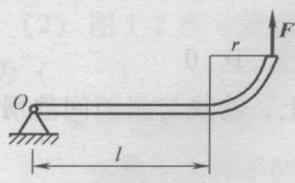
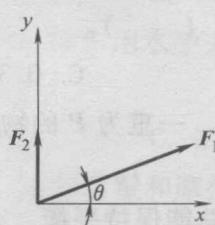

图 1-9
图 1-10
(11) 杆件尺寸如图 1-9 所示, 受已知力  $F$  作用, 则力  $F$  对  $O$  点的矩等于 ( )。
(12) 平面汇交力系的合力对该平面内一点的矩 ( )。
(13) 图 1-10 所示为由  $F_1$  和  $F_2$  组成的平面汇交力系, 此力系的合力在  $x$  轴的投影大小为 ( )。